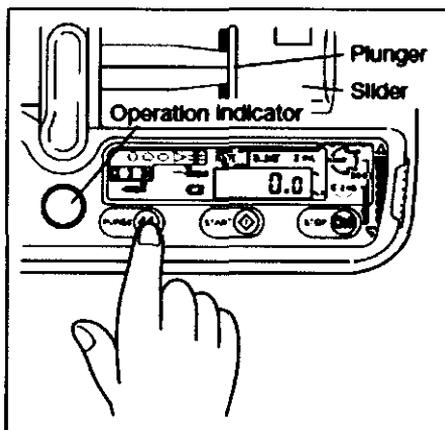

Fig. 15: Operation indicator: indicador de funcionamiento; Plunger: émbolo; slider: deslizador.
- 1) Pulse y mantenga oprimido el botón [PURGA] (El "Indicador de Funcionamiento" se iluminará en verde y girará rápido, mientras el timbre suena intermitentemente) hasta que la solución gotee por la punta de la aguja endovenosa. (Fig. 15)